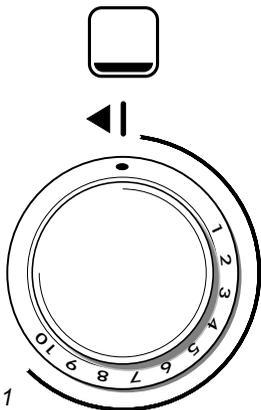

Fig. 4.1
I numeri da 1 a 10, stampigliati sulla ghiera della manopola del termostato "gas" (fig. 4.1) indicano in modo crescente il valore della temperatura del forno come indicato nella tabella in calce.
- 3 - Premere a fondo la manopola del termostato gas (fig. 4.1) e tenendola sempre premuta ruotarla in senso antiorario di circa 90° (fig. 4.2).
- 5 - Regolare la manopola del termostato gas (fig. 4.1) sulla temperatura desiderata.